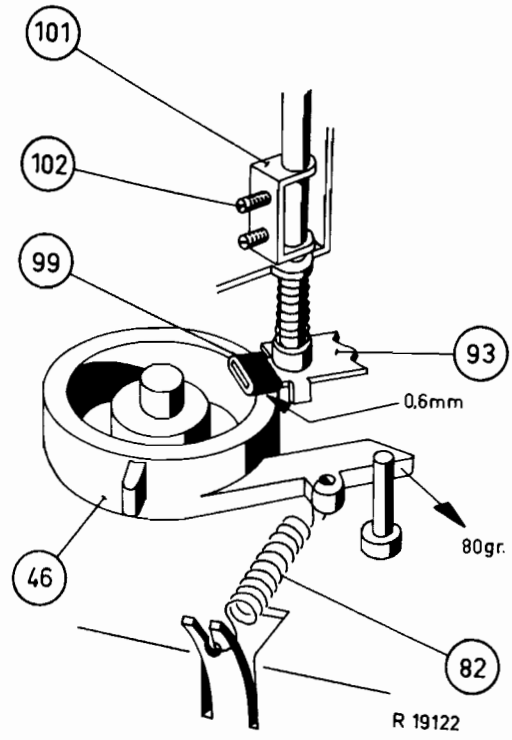

Fig.19
H. KOPPELSCHIJF 46 (zie fig. 19)
1. Bij het dalen van de p.u.-arm moet de lange lip van koppelschijf 46 met een kracht van min. 100 gr. tegen de aanslagpen drukken (zie fig. 19.)
2. De afstand tussen het nylon wrijvingsblok 99 en koppelschijf 46 moet in de laagste stand 0,6 à 0,7 mm bedragen (zie fig. 19).